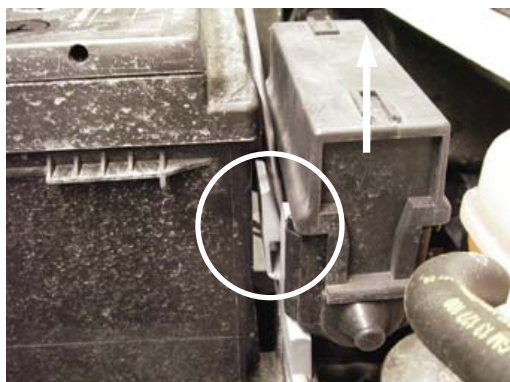

Fig. 1
- A l'aide d'un tournevis, pousser vers l'arrière le nez d'encliquetage et extraire la boîte à relais du support par le haut. Mettre la boîte à relais de côté (voir fig. 1).